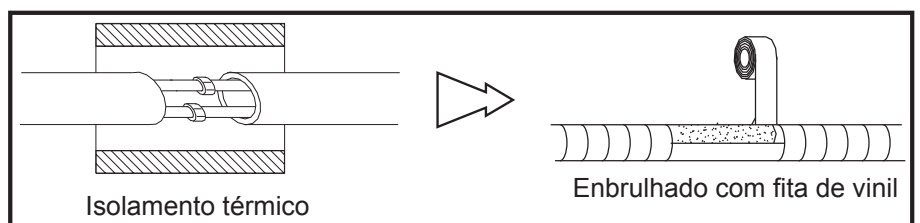
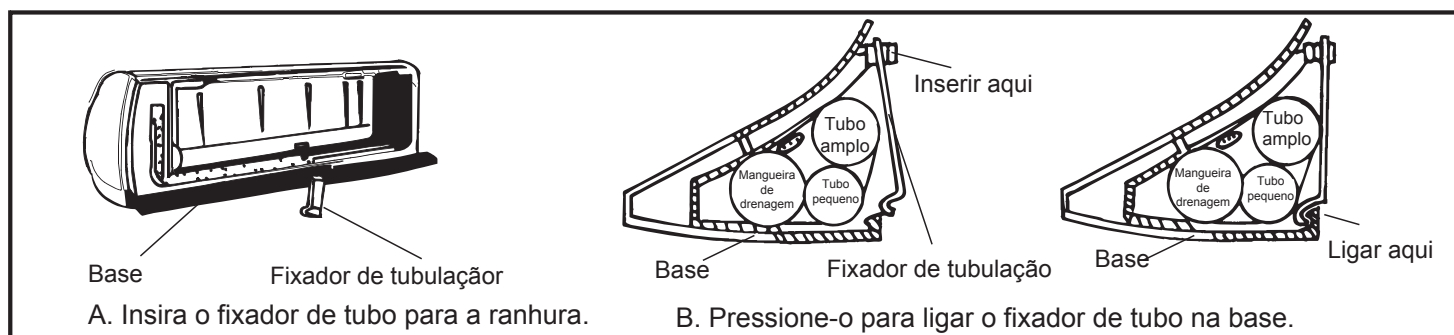

Fig. 13
Fig. 15
5) Depois de ligar a tubagem como exigido, instale a mangueira de drenagem. Em seguida, conecte os cabos de alimentação. Após a ligação, embrulhe a tubulação, cabos e a mangueira de drenagem juntamente com materiais de isolamento térmico (Fig.13-Fig.15).